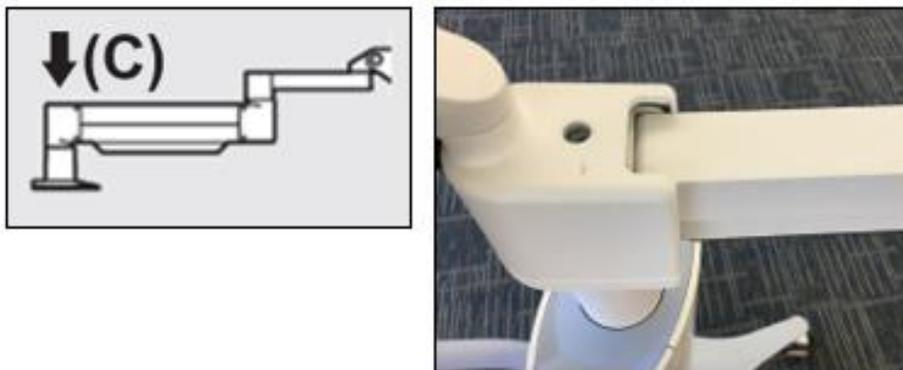

Figura 4-7. Definir a tensão do braço com o parafuso C de ajuste de tensão
- Defina a tensão do braço recorrendo ao **parafuso C de ajuste de resistência**. Use uma chave Allen 7/32 e rode o parafuso C no sentido anti-horário até que o braço comece a mover-se lentamente para cima. Deve existir uma ligeira recuperação quando o braço toca levemente no braço para baixo após o ajuste. Consulte a figura 4-7.